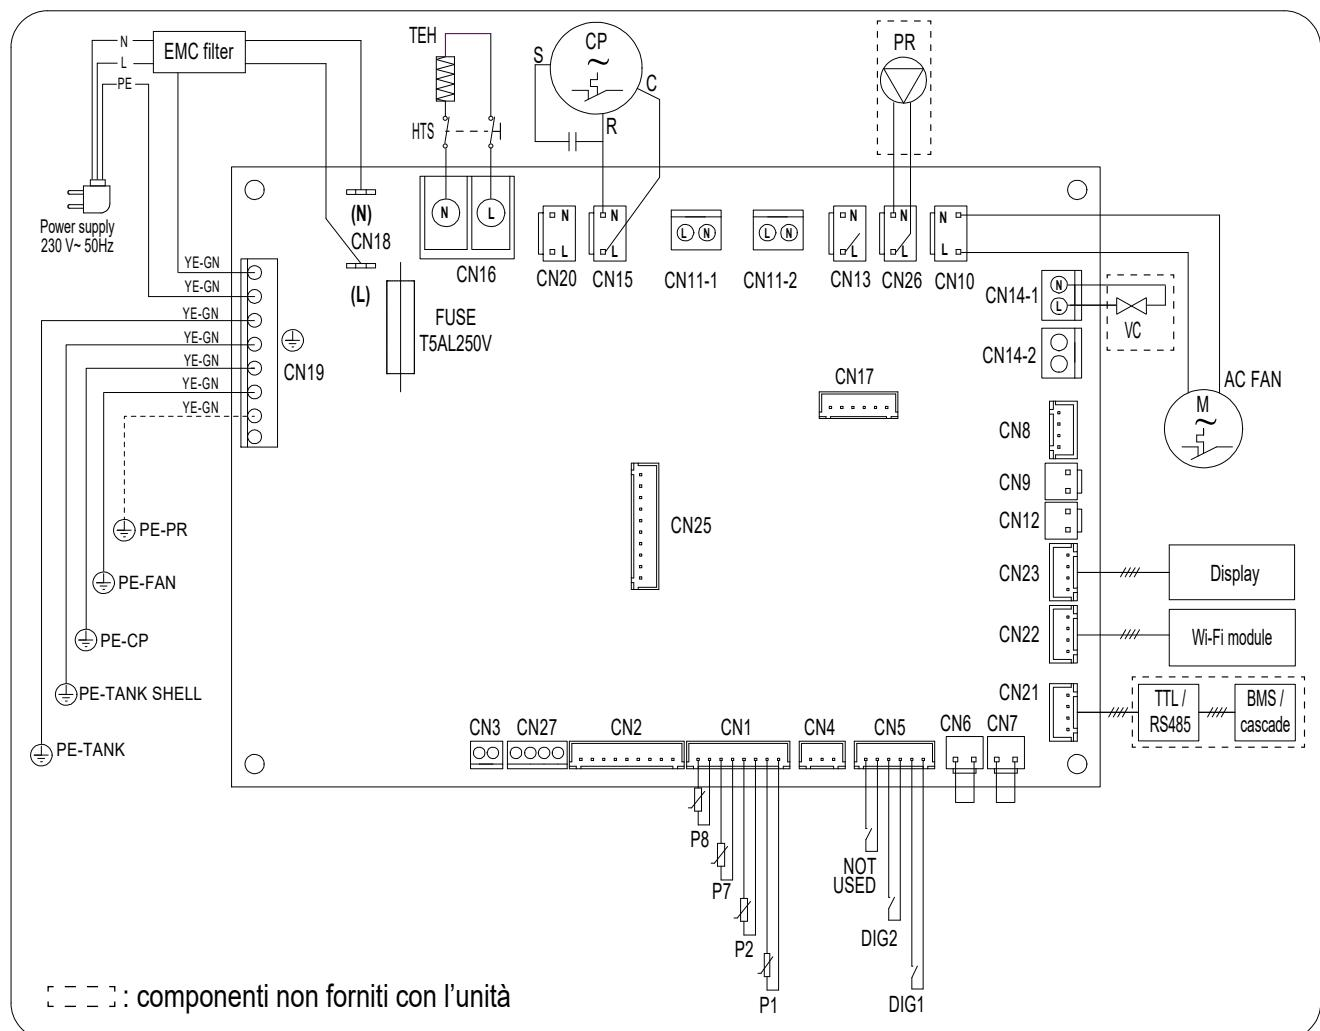

fig. 68 - Schema elettrico dell'apparecchiatura
- 1) La pompa di ricircolo (part.16) va collegata al morsetto CN26 della scheda madre del master (rif. "fig. 68 - Schema elettrico dell'apparecchiatura" a pagina 54).
- 2) Montare una valvola solenoide normalmente aperta (part. 19) per ciascuna unità della cascata. La valvola va collegata al morsetto CN14-1 (rif. "fig. 68 - Schema elettrico dell'apparecchiatura" a pagina 54) della scheda madre di ciascuna unità .
- 2) Montare una valvola solenoide normalmente aperta (part. 19) per ciascuna unità della cascata. La valvola va collegata al morsetto CN14-1 (rif. "fig. 68 - Schema elettrico dell'apparecchiatura" a pagina 54) della scheda madre di ciascuna unità.
- La pompa di ricircolo (part.16) va collegata al morsetto CN26 della scheda madre del master (rif. "fig. 68 - Schema elettrico dell'apparecchiatura" a pagina 54).
- Montare una valvola solenoide normalmente aperta (part. 19) per ciascuna unità della cascata. La valvola va collegata al morsetto CN14-1 (rif. "fig. 68 - Schema elettrico dell'apparecchiatura" a pagina 54) della scheda madre di ciascuna unità .